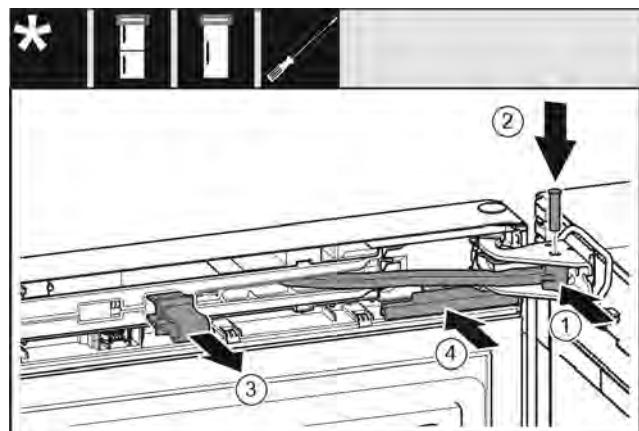

Fig. 21
- Поверните шарнир в опорном кронштейне. Fig. 21 (1)
- Вставьте палец в опорный кронштейн и шарнир. При этом следите за тем, чтобы выступ фиксатора занимал правильное положение в пазу. Fig. 21 (2)
- Снимите предохранитель. Fig. 21 (3)
- Надвиньте крышку. Fig. 21 (4)